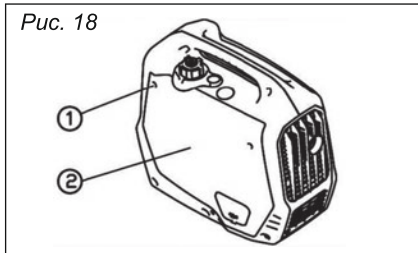

Рис. 18
2. Отвинтите винты ①, а затем снимите крышку ② (рис. 18).